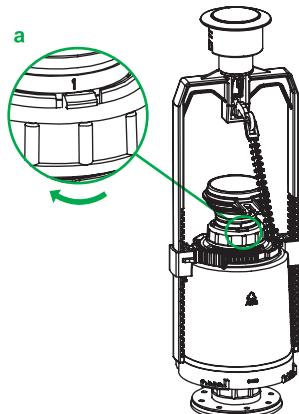
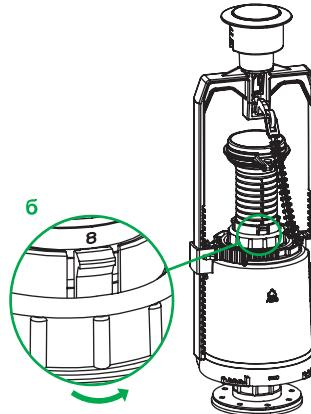

Рис. 9 / 9-сур.
Рис. 10 / 10-сур.
5. По часовой стрелке открутите гайку трубы перелива (рис. 9а) и установите необходимый уровень перелива (рис. 10). **Верхний край трубы перелива должен быть на 2–4 см выше уровня воды.** Заденьте это положение поворотом гайки против часовой стрелки (рис. 10б).